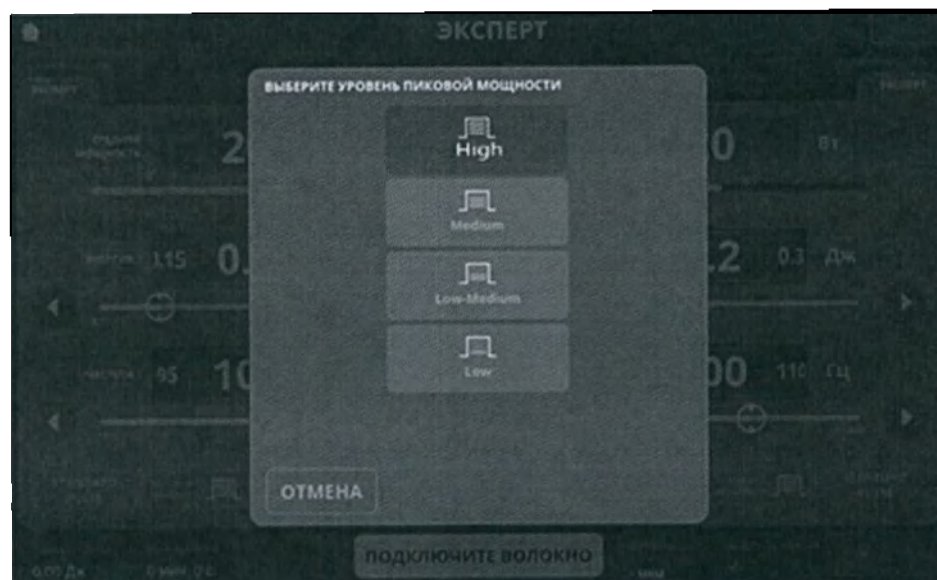

Рис. 20 - Выбор уровня пиковой мощности лазерного излучения
- Настройка пиковой мощности излучения осуществляется с помощью нажатия на кнопку (8) для левой педали и на кнопку (16) для правой педали (Рис.18). После нажатия на данные кнопки появится всплывающее окно выбора уровня пиковой мощности импульсов лазерного излучения (Рис.20). Для пиковой мощности импульсов лазерного излучения предусмотрено 4 уровня: от Low – соответствует минимальному уровню пиковой мощности импульсов лазерного излучения (или длинный импульс) до High – соответствует максимальному уровню пиковой мощности импульсов лазерного излучения (или короткий импульс).